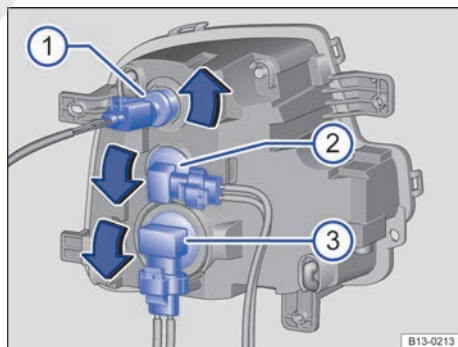

Fig. 144 En el lado izquierdo del paragolpes delantero: cambio de las lámparas del faro. ① intermitente, ② luz diurna, ③ luz antiniebla.
5.	Gire el portalámparas en el sentido contrario al de las agujas del reloj (flecha) → fig. 144, hasta el tope, y extráigalo junto con la lámpara hacia atrás.